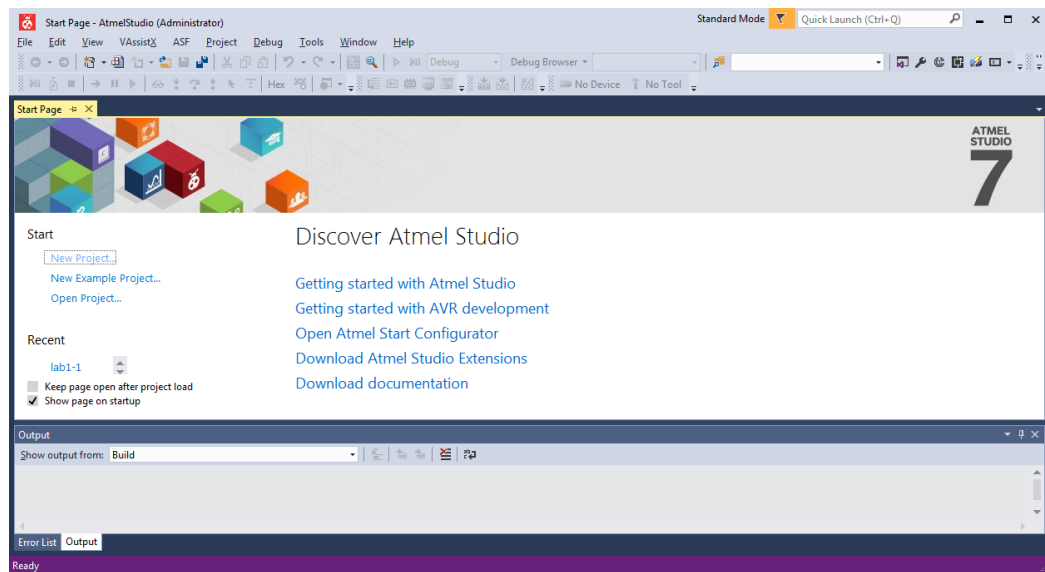

Рис. 1. Початкова сторінка *Atmel Studio 7*.
- Для створення проекту запускаємо *Atmel Studio 7*, і на початковій сторінці вибираємо *New Project*, або використовуємо меню **File**→**New Project** (рис. 1).